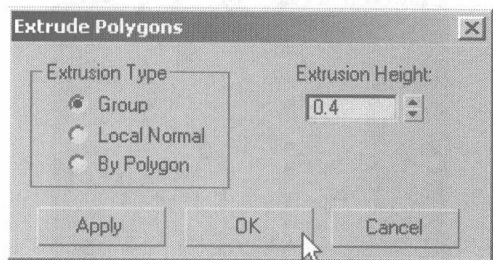
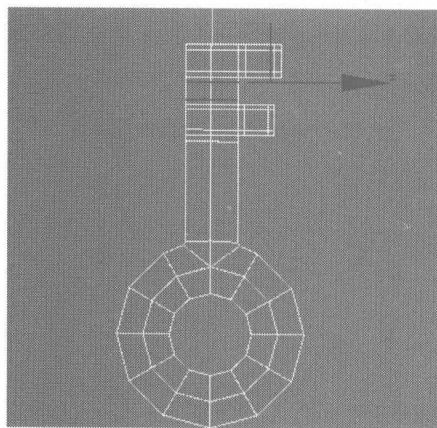

图 4.479
图 4.480
- 11 切换为面编辑，选择钥匙，在 Edit Polygons 卷展栏中单击 **Extrude** 右侧的小按钮，在弹出的对话框中设置挤压参数，如图 4.479 所示，然后再添加如图 4.480 所示的细分线，将钥匙细分化。